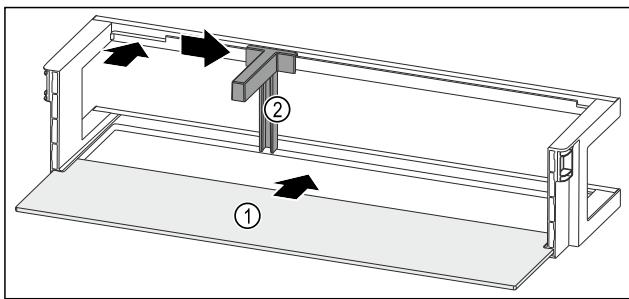

Fig. 136 Дверная полка со съемной полкой
- ▶ Вдвиньте съемную полку Fig. 136 (1) в боковые пазы.
- ▶ Установите держатель для бутылок Fig. 136 (2) в выемку.
- ▶ Сместите держатель для бутылок Fig. 136 (2) в нужное положение в сторону.